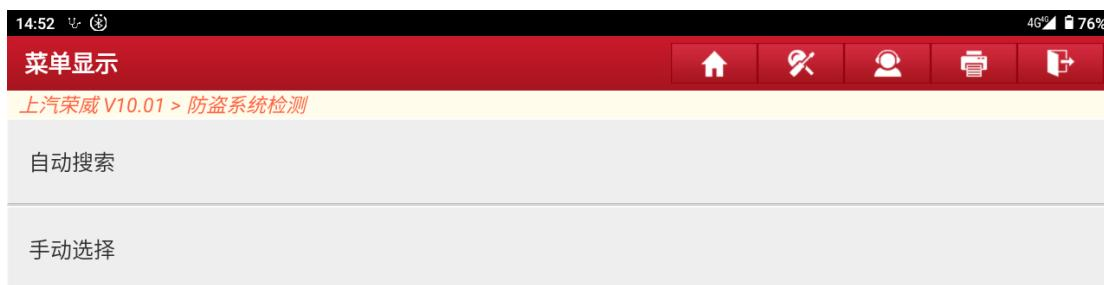

图 23
- 完成 BCM 更换之后退回到主菜单并选择【防盗系统检测】->【自动搜索】并确认自动搜索到的车型是否正确（图 23、图 24、图 25）